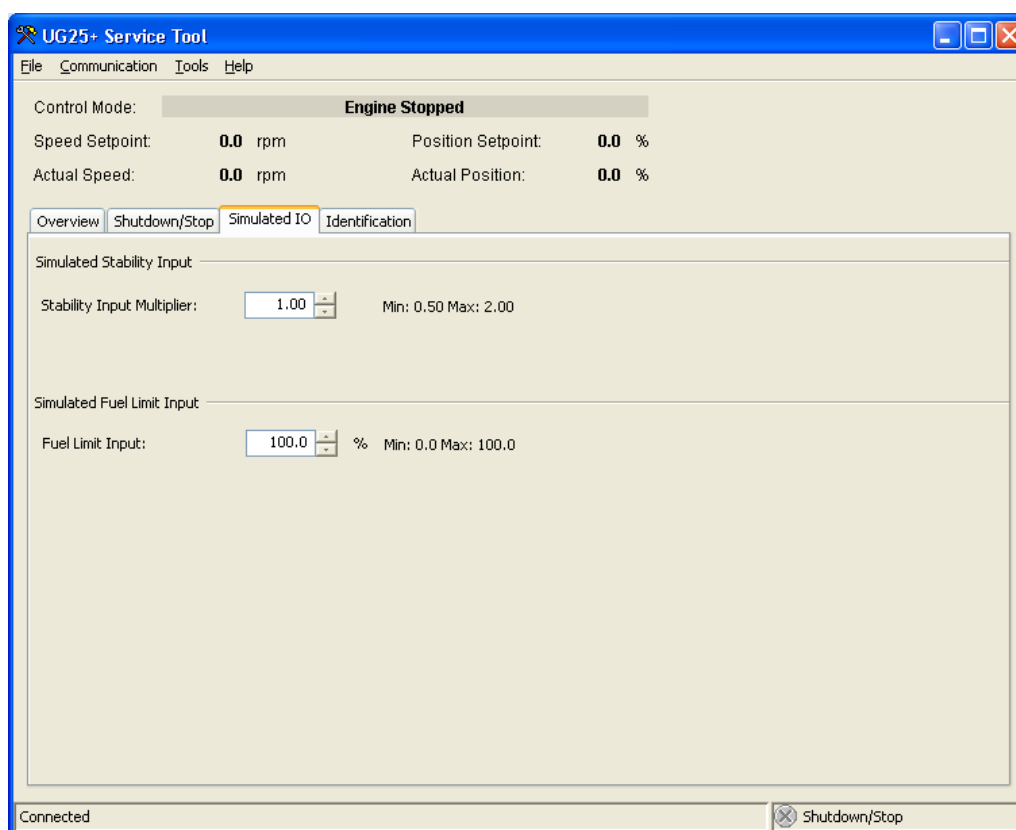

図 5-5. サービス・ツールの擬似入出力画面
- Simulated I/O (擬似入出力; 図5-5参照)
サービス・ツールと通信中は、安定性とロード・リミットの入力 (Aux 3とAux 4) は、端子を入力とシリアル通信用の両方に使用しているため、機能しません。擬似入出力 (Simulated I/O) 画面 (図5-5) は、このガバナがサービス・ツールと接続されている時に、動作の検証を行う為に使用する画面です。